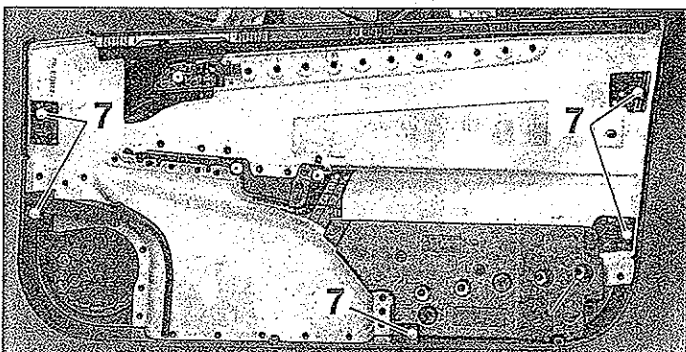

FIG. 49
- Desengrapar los cinco clips (7) del guarnecido (fig. 49).